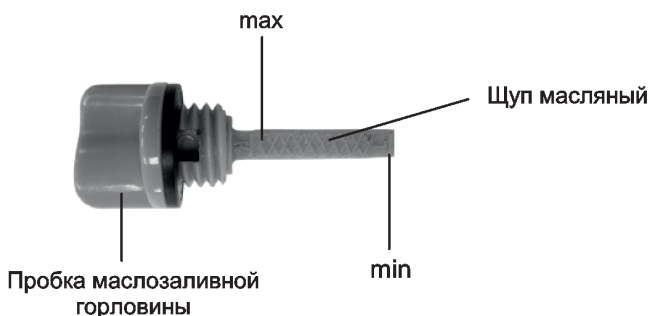

Рис. 12
3. Извлеките щуп и проверьте уровень масла. Он должен находиться между верхней и нижней отметками контрольного щупа ближе к верхней отметке (max) (Рис.12). В случае необходимости долейте свежее моторное масло.